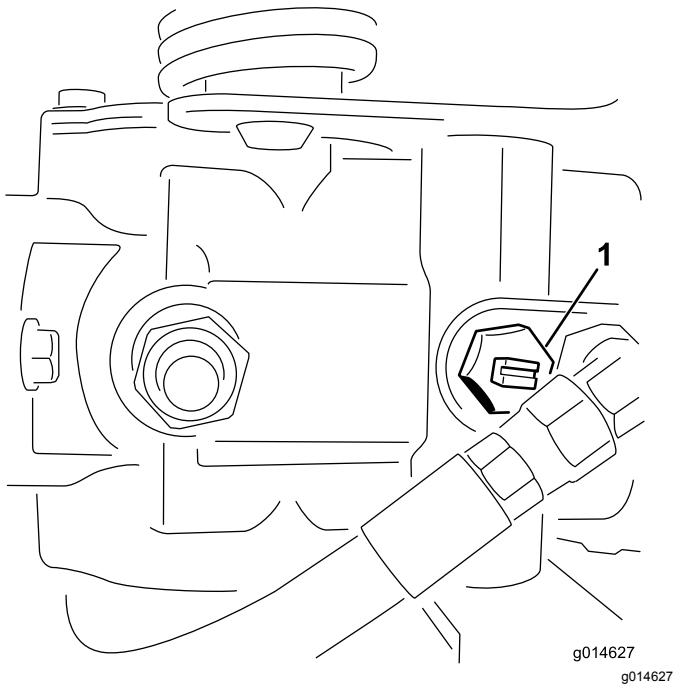

Figura 26
1. Localice la válvula de desvío en la bomba y gírela hasta que la ranura esté en posición vertical (Figura 26).
2. Antes de arrancar el motor, cierre la válvula de desvío girándola hasta que la ranura esté horizontal (Figura 26).